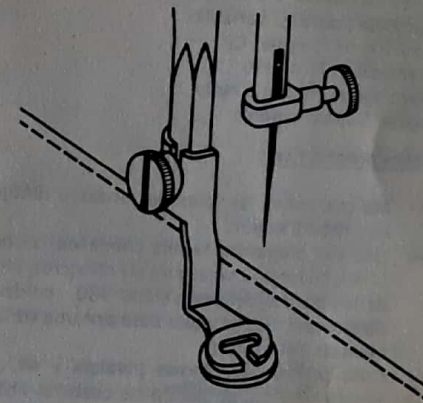

Fig. 24
- \* Coloque el botón sobre la tela y sujételo bajando el prensatela (Fig. 24)